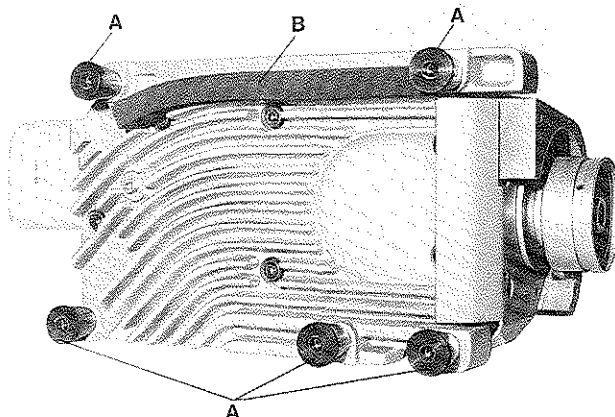

Fig.1
2. Insert the 5 rubber isolators (A, Fig. 1) in the provided holes in the table board and insert the rubber profile (B) in the base plate of the sewing machine.
2. Setzen Sie die 5 Gummipuffer (A, Fig. 1) in die dafür vorgesehenen Bohrungen in der Tischplatte ein und legen den Profilgummi (B) in die Grundplatte der Nähmaschine.